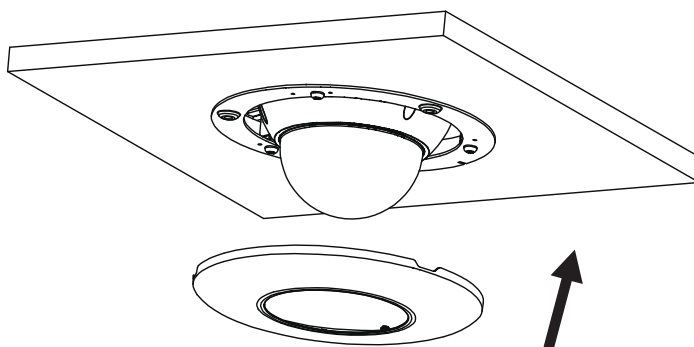

Рисунок 4.9 – Монтаж
9. Зафиксируйте декоративную панель на кронштейне (Рисунок 4.9).